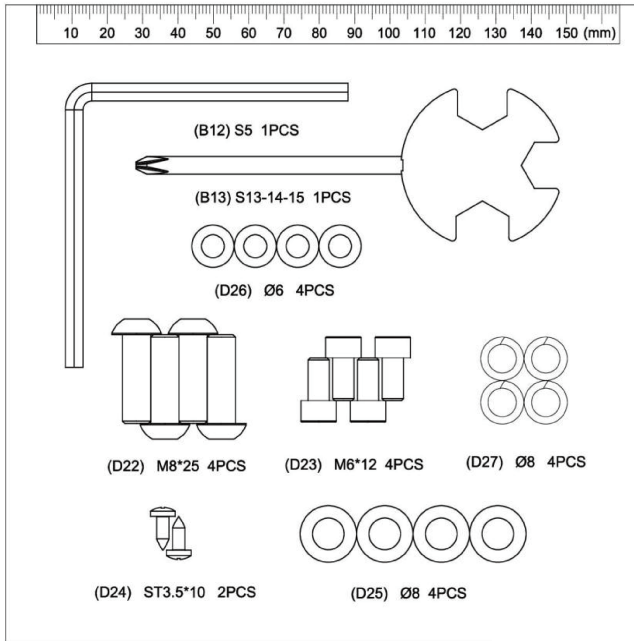

Fig.1
1. Coja el tubo caballete trasero (C) y posicónelo en el caballete trasero de la maquina, como muestra la Fig.1, e introduzca los tornillos (D22) y las arandelas (D25), (D27) y apriete fuertemente.
Coja el tubo caballete delantero con ruedas (B) y con las ruedas hacia delante, como muestra la Fig.1, introduzca los tornillos (D22) y las arandelas (D25), (D27) y apriete fuertemente.
Coloque el pomo (C05) de la tija del manillar, Fig.1.